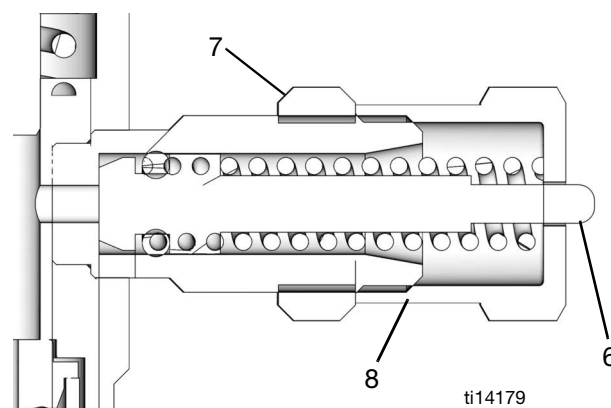

FIG. 1
Les numéros utilisés dans les instructions suivantes se réfèrent à la FIG. 1.
Pour éviter toute défaillance du composant, l'écrou de réglage (8) ne doit pas être desserré au-delà de la position complètement rétractée du piston (6). Voir FIG. 1.